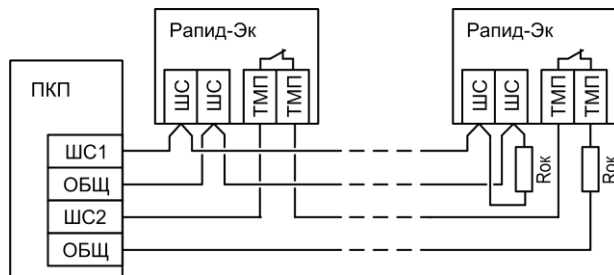

Рис.2 Схема подключения извещателей к ПКП
- Питание по шлейфу сигнализации. Подключение извещателя к приёмно-контрольному прибору (ПКП) осуществляется по двухпроводной схеме (см. рис.2). Для работы извещателя не требуется источника напряжения 12 В и соответствующей линии питания.
При помощи отвертки с плоским шлицем удалите пластиковые заглушки на задней стенке извещателя в месте крепления ответной части кронштейна – см. рис.1а. Закрепите на основании извещателя ответную часть кронштейна, установите плату в основание. Подключите провода в соответствии со схемой подключения (рис.2), предварительно продев их в отверстия. Полярность подключения ШС и ТМГ может быть любой. При монтаже последнего в шлейфе сигнализации извещателя, к контактам «ШС» и «ТМГ» подключите оконечные резисторы Rok (рис.2). Установите перемычки в нужное положение (табл.1). Закройте крышку извещателя.